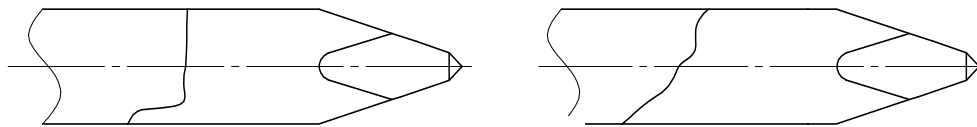

Fig. 1
- (1) Zoals beschreven op pagina 18, moet de hamer gebruikt worden op zodanige wijze dat de kracht van de hamer in de rijrichting werkt. Als dit niet wordt nageleefd wordt de beitel ongelijkmatig belast en dit leidt dan weer tot breuk zoals weergegeven in Fig.1, of tot buigen van de beitel.